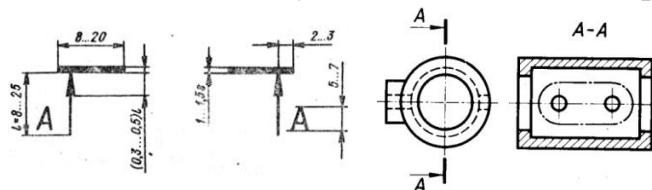

Рисунок 4.3 - Оформление разреза
**Разрез** – изображение детали, полученное при мысленном рассечении детали одной или несколькими секущими плоскостями (рисунок 4.3.).